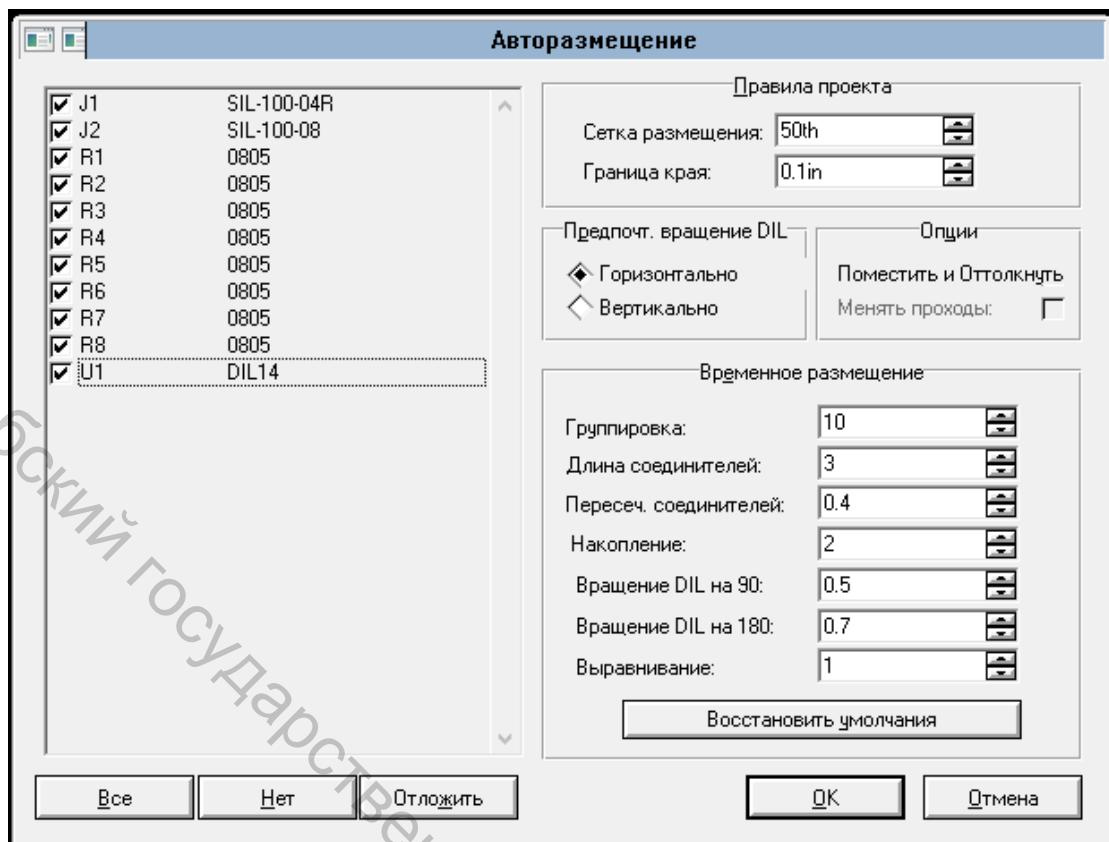

Рисунок 23 – Окно настройки свойств компоновки
3. Далее запускается автокомпоновка нажатием кнопки «» на панели инструментов. В результате открывается окно Auto Placer, в котором настраиваются параметры компоновки (рис. 23).
Для этого нужно нажать кнопку «» на панели инструментов (рис. 23).